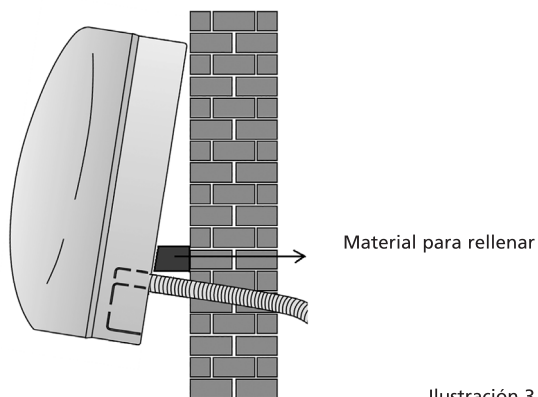

Ilustración 3
La manguera del agua condensada se coloca con mayor facilidad alejando la parte inferior de la unidad interior unos 5 cm de la pared y rellenando temporalmente este espacio con un material de relleno para que la unidad no vuelva a retroceder hacia la pared. Véase ilustración 3.
h. Empalme el acople "conexión rápida" al acople de la unidad exterior. Conecte, a continuación, el cable eléctrico con toma de tierra entre la unidad interior y la exterior. Véase ilustración 3.